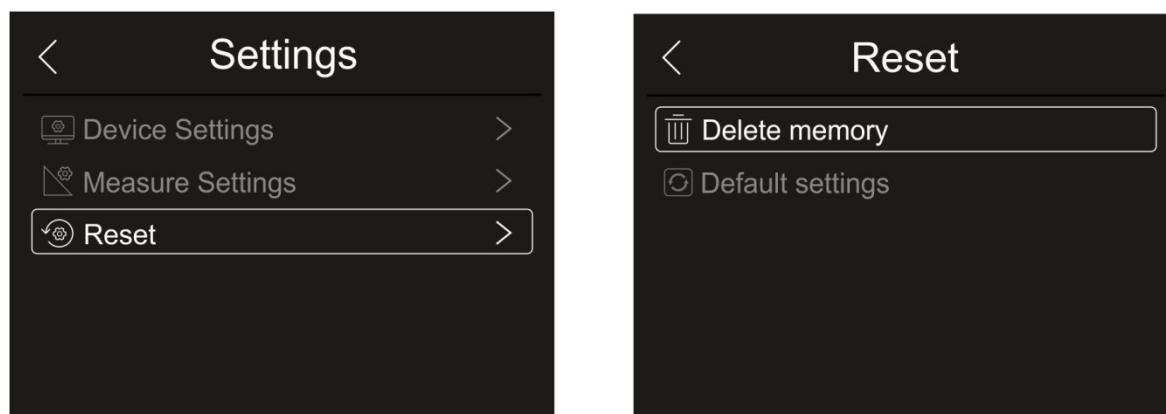

Fig. 31: Menu de réinitialisation de l'instrument
1. Appuyez sur l'élément «Reset». La page-écran de la Fig. 31 – partie droite s'affiche à l'écran. Appuyez sur l'élément «Delete memory». La page-écran de confirmation suivante s'affiche :